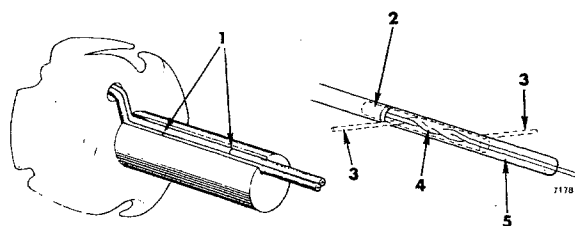

Fig 06-20. Skarvning av rotoruttag
4. Placera isolerbrickan. Kontrollera att magnetiseringslindningens anslutningsledningar inte är för korta eller felaktiga. Visar det sig nödvändigt att skarva ledningarna används 0,5 mm koppartråd. Skarvarna läggs i sick-sack enligt fig 06-20. Tvinna och löd ihop skarven. Stryk isolerlack på skarven och skjut en liten bit 2 mm isolerrör över skarven så att den glider in i hylsan. Stryk på ytterligare isolerlack och skjut på en bit 3 mm isolerrör som stöd. Lägg ett lager isolerlack på utsidan.